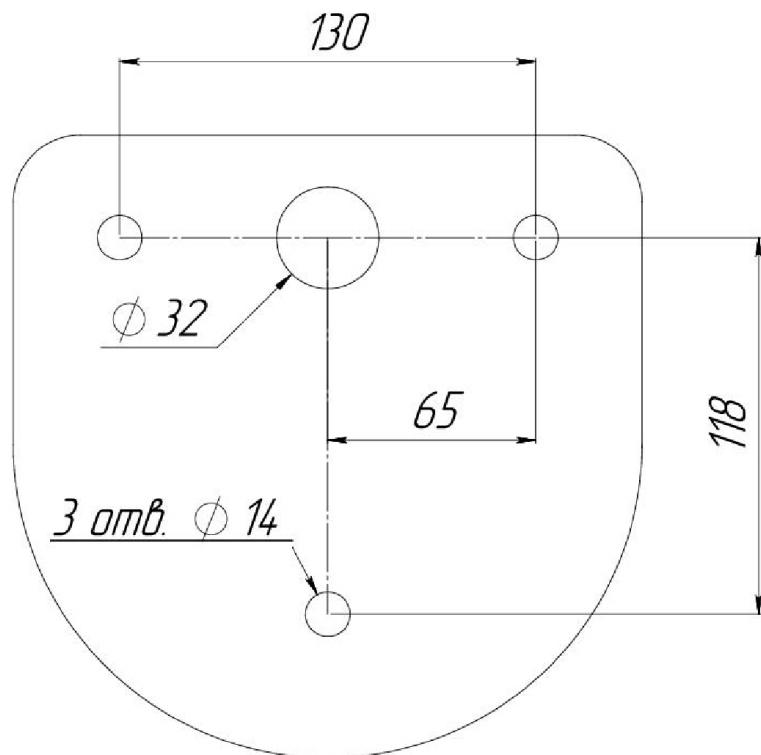

Рис. 3. Установочные размеры
4.2.3. По размерам, указанным на рис. 3, подготовьте 3 отверстия диаметром 20мм в полу под анкеры крепления картоприемника(расположение монтажных отверстий относительно внешних габаритов картоприемника представлено в Приложении 2). Глубина закладного отверстия должна превышать длину анкера на 5мм. Вставьте анкеры в отверстия.
4.2.4. Подводка кабелей производится через отверстие диаметром 32 мм (рис. 3) в нижней плите картоприемника.
4.2.7. Установите стойку картоприемника на подготовленную площадку (рис. 3). Откройте дверцу, используя ключ. Заведите в корпус картоприемника кабели БП, ИУ и СКУД. Закрепите кабели кабельными стяжками.